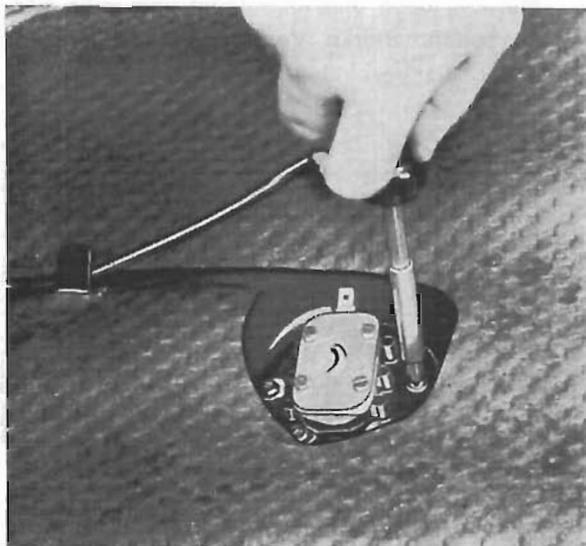

Abb. 14 Einbau des Kraftstoffstandgebers
2. Dichtung auf ihren Platz am Kraftstoffbehälter legen. Kraftstoffstandgeber dort aufsetzen, siehe Abb. 14, gut festschrauben. Leitung anschließen.